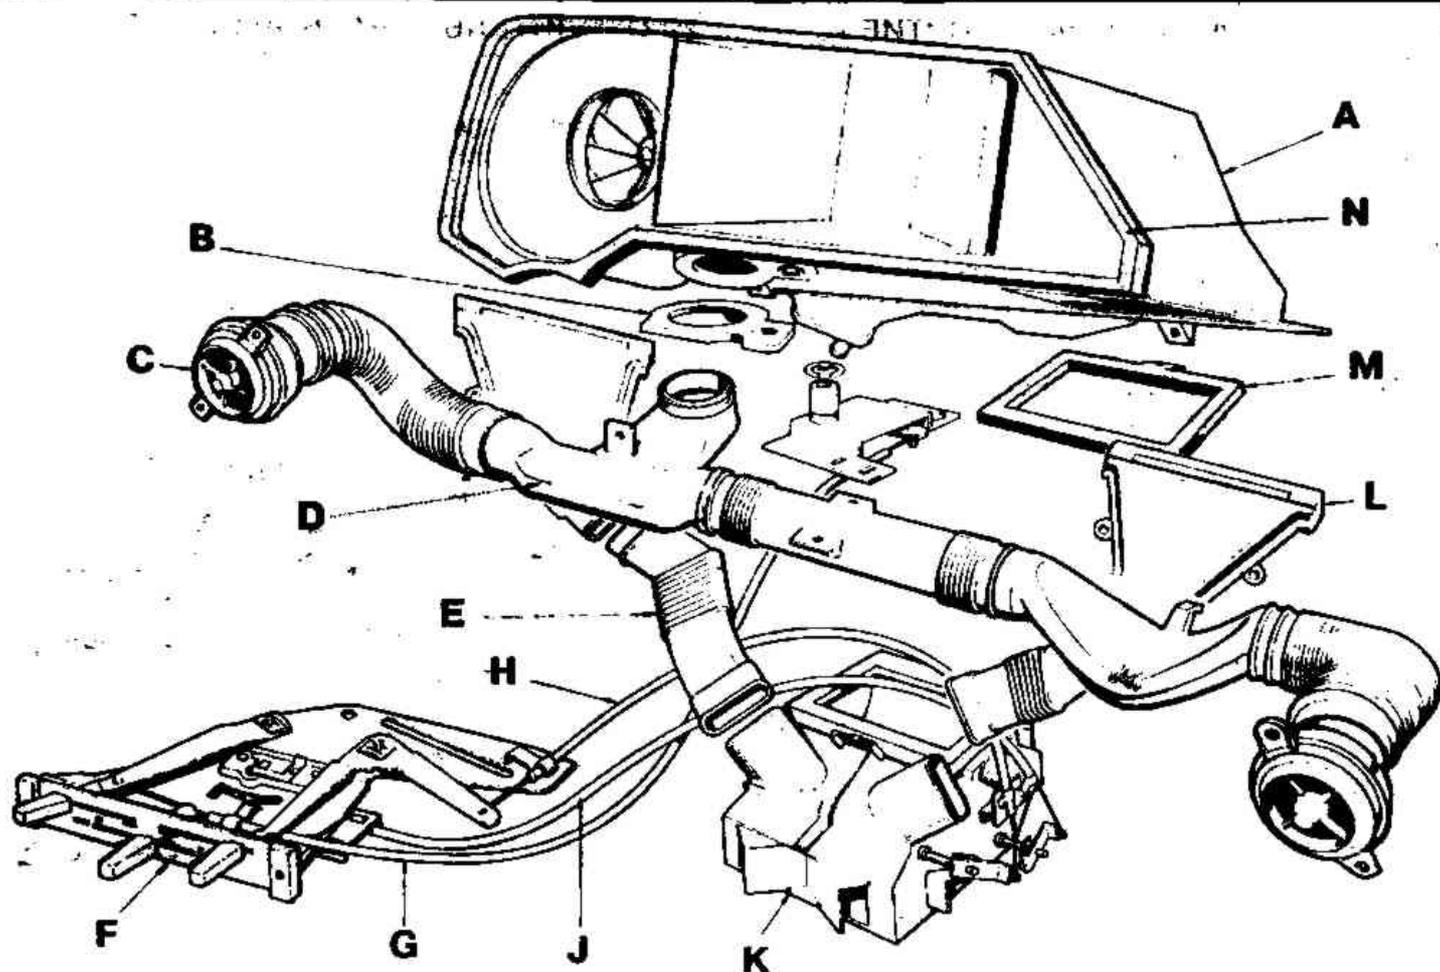

Рис. 12.21. Устройство системы отопления (Разд.8)
6. Обратите внимание на то, что между фланцами корпуса отопителя имеются три прокладки, и если они повреждены, их необходимо заменить (Рис. 12.21, детали В, М, Н).